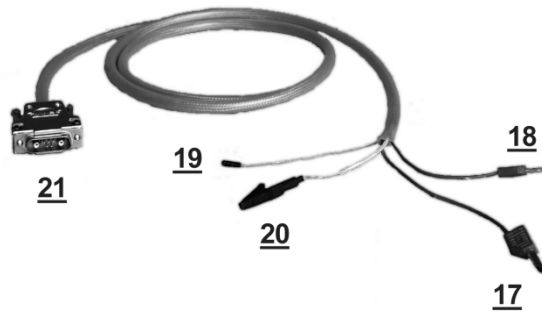
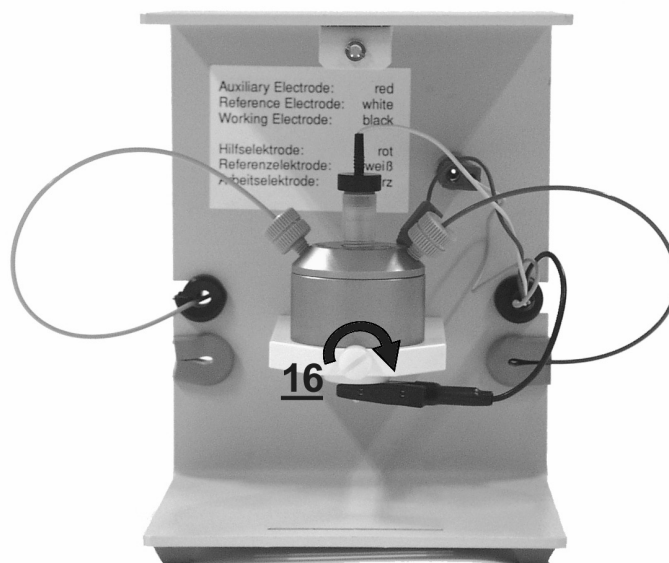

Abb. 13: Zellanschlusskabel mit Steckern
Abb. 14: Fixierung der Messzelle in der Zellhalterung des Zellgehäuses
Installieren Sie die Messzelle in der Zellhalterung des Zellgehäuses (Best.-Nr. EC4603) und fixieren Sie die Zelle mit der Fixierschraube (16). Schließen Sie die Messzelle mit dem Zellanschlusskabel an den Detektor an (siehe Abb. 13 und Abb. 14). Gehen Sie dabei wie folgt vor: